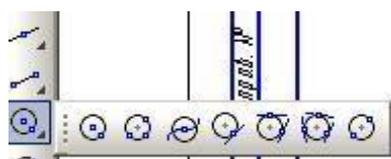

Рисунок 3 – Команда «Окружность»
- «Окружность» - см. рисунок 3